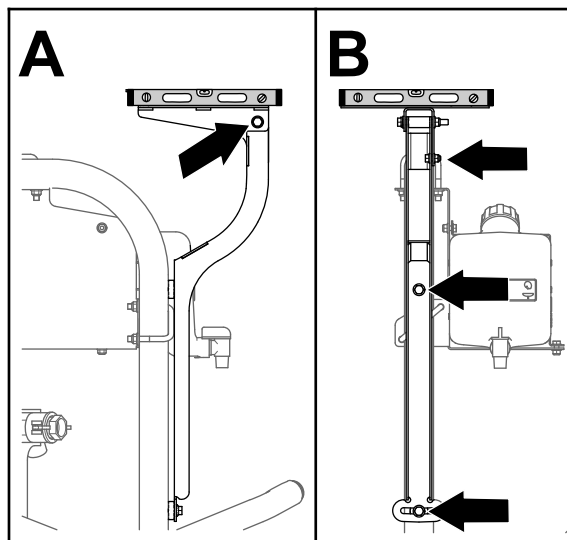

Figura 155
- Livellate la piastra del ricevitore in senso laterale (Figura 155).
- Livellate la piastra del ricevitore in senso longitudinale (Figura 155).